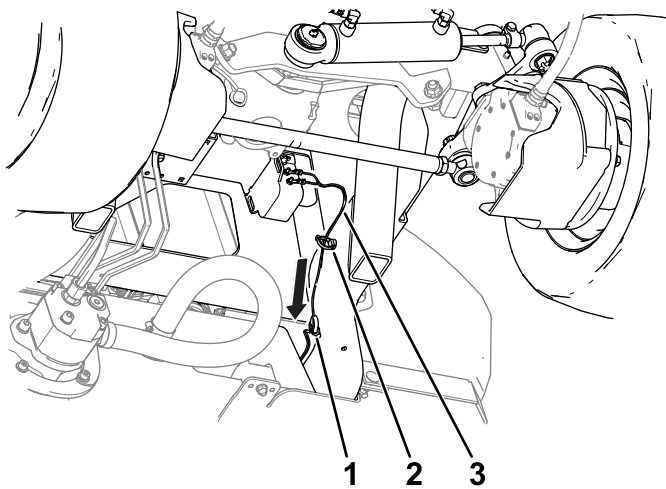

Figuur 3
3. Gebruik 2 slotbouten (5/16 x 3/4") en 2 flensmoeren (5/16") om de montagebeugel aan het frame van de tractie-eenheid te bevestigen (Figuur 3).